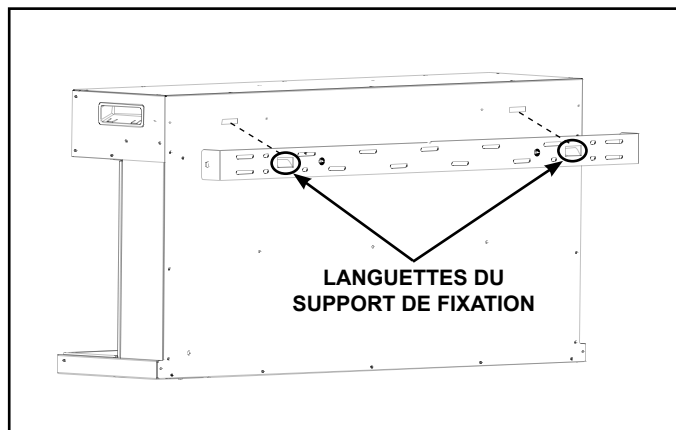

Figure 4.8 Fixer l'appareil au support
3. Accrochez l'appareil et tirez dessus vers le bas pour vous assurer que les languettes sont bien fixées. Voir la figure 4.8.
3. Accrochez l'appareil et tirez dessus vers le bas pour vous assurer que les crochets sont bien engagés. Voir la figure 4.8.
4. Fixez le support sur les côtés de l'appareil à l'aide des deux (2) vis ST4x6 conservées lors du retrait du support de l'appareil.